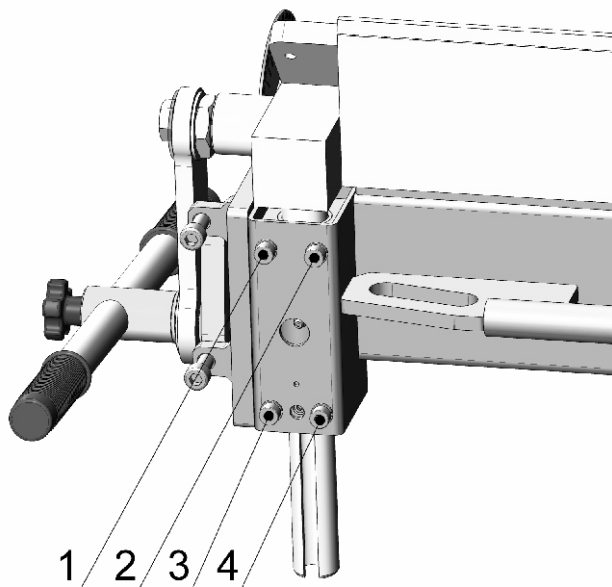

Рисунок 5. Допускаются небольшие отклонения во внешнем виде товара.
5.1.2. Выравнивание положения прижимной балки (рисунок 5)